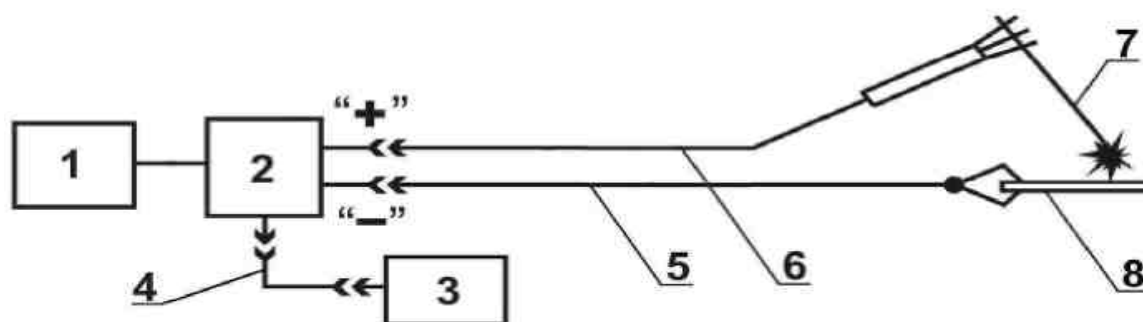

Рис.2. Блок – схема:
5.1. Комплект оборудования и его взаимосвязь для работы по дуговой сварке представлен блок-схемой на рис. 2.
- в случае обнаружения расшатывания гнезд силовых разъемов (поз.2 и 3, рис.2) на крышке св. генератора;